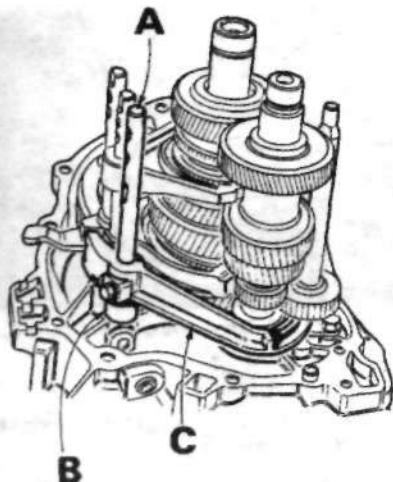

Рис.13.32. Модифицированные вилка и шток передачи заднего хода на моделях с 4-ступенчатой коробкой (раздел 8):
19. Начиная с 1982 г. на моделях с 4-ступенчатой коробкой передач внесены изменения в конструкцию вилки и штока передачи заднего хода, которые теперь включают распорную деталь (см. рис.13.32). Вилка и шток старой конструкции не могут быть установлены на модифицированную коробку.